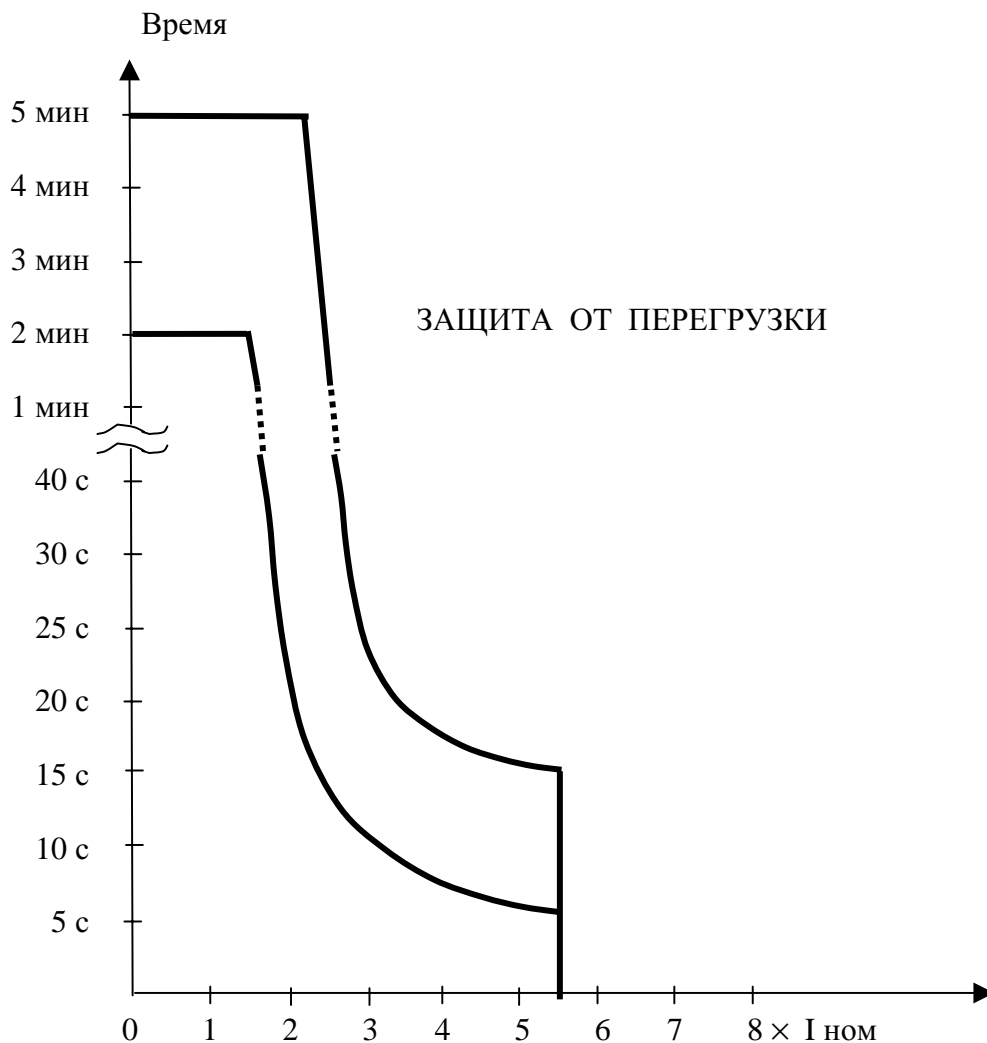

Рис. 5. Диаграмма защиты от перегрузок
3. **Задержка защиты от перегрузки.** – Происходит отключение двигателя через установленное время ( 5 минут или 2 минуты), при нагрузке двигателя, превышающей значение, установленное в режиме «**Настройка**» параметром **Ток пер. -стоп.** Рис. 5